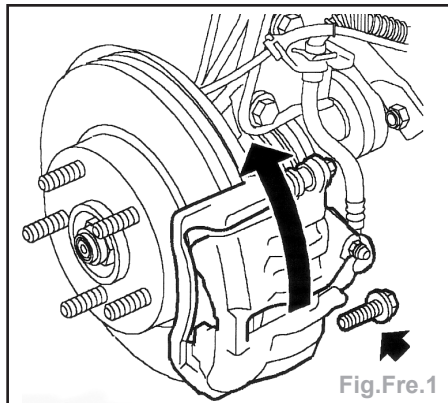

Fig.Fre.1
- le boulon d'axe de guidage inférieur de l'étrier et faire pivoter le corps d'étrier vers le haut (Fig.Fre.1).